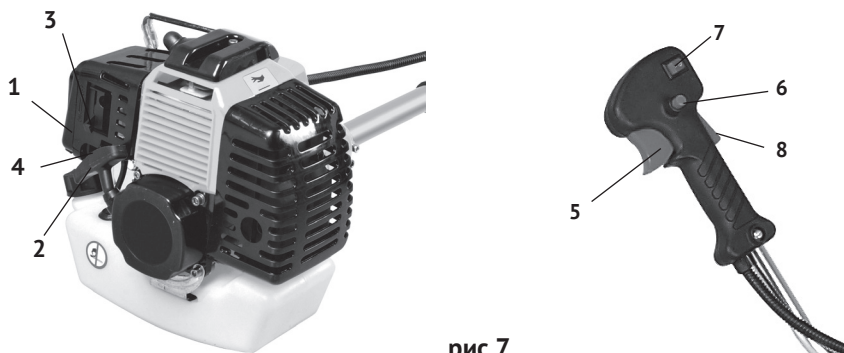

рис.7
7.1 Запуск двигателя (рис.7).
а) перевести выключатель зажигания (рис.7 поз.7) в положение «I» - включён;
б) 5-7 раз нажать кнопку раймера (рис.7 поз.4) до заполнения колпачка топливом;
в) перевести рычаг воздушной заслонки (рис.7 поз.3) вверх в положение «Полностью закрыта»;
г) несколько раз (обычно 2-3) сначала плавно (выбирая свободный ход шнура стартера), а затем энергично потяните рукоятку стартера (рис.7 поз.2) до «схватывания» (хлопок в глушителе);
д) перевести рычаг воздушной заслонки в положение «Полностью открыта», нажать клавиши защиты и дросселя, и нажав кнопку (рис.7 поз.6), перевести двигатель в режим пуска;